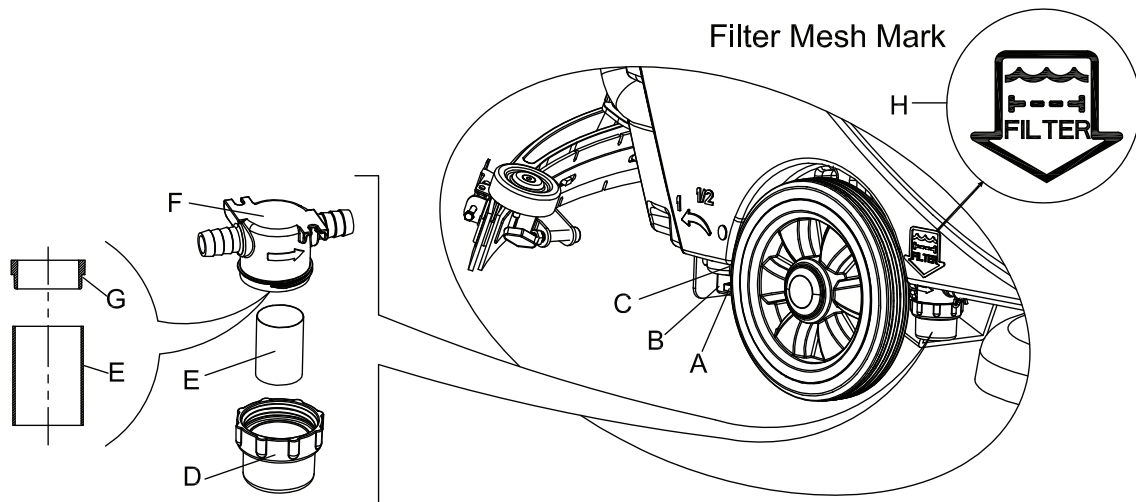

FIGURA 12
3. Presione el interruptor de encendido (38) en la posición "O" para apagar la máquina.
4. Cierre la válvula de bola de drenaje (A, Figura 12) (que se encuentra en la parte inferior de la máquina, detrás de las ruedas). Válvula de bola abierta Posición B, y válvula de bola cerrada, posición C.
5. Retire la tapa transparente (D), y luego retire el filtro (E), e instálelos en la caja del filtro (F) después de la limpieza.